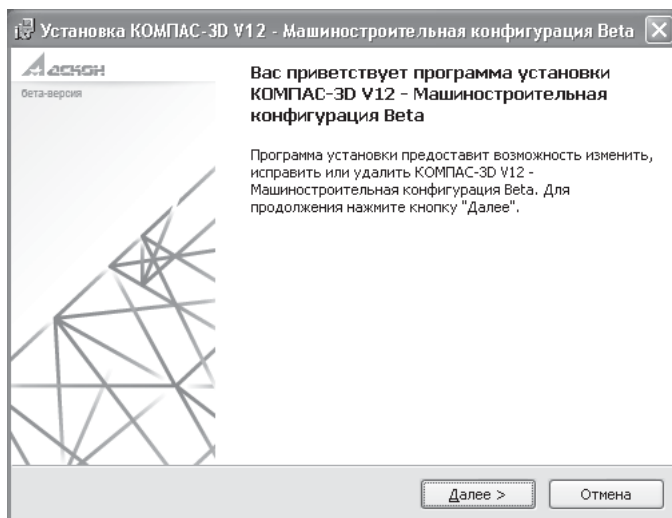

Рис. 1.1
2. Вставьте в привод DVD-ROM компакт-диск. Откройте папку kompas-3D_V12, затем MCAD и запустите файл Setup.exe. На экране возникнет диалоговое окно **Установка КОМПАС-3D V12** (рис. 1.1).